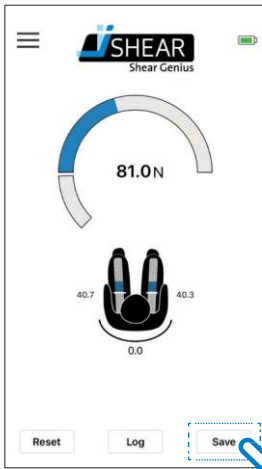

Figure 21 –押す
3. 測定画面で‘Save’を押すと保存画面が表示されます (Figure 21参照)